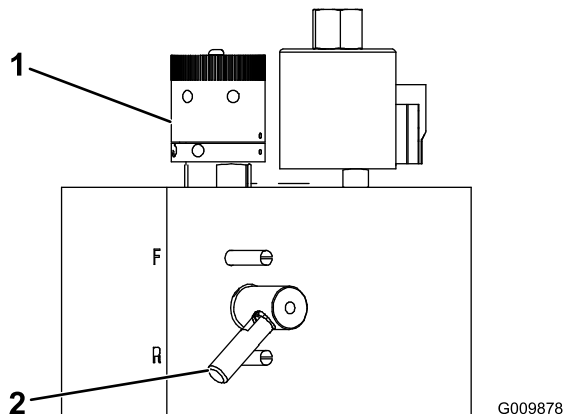

図 33
2. リール速度コントロールノブ（図 33）を、ステップ（1）で決めた番号にセットする。